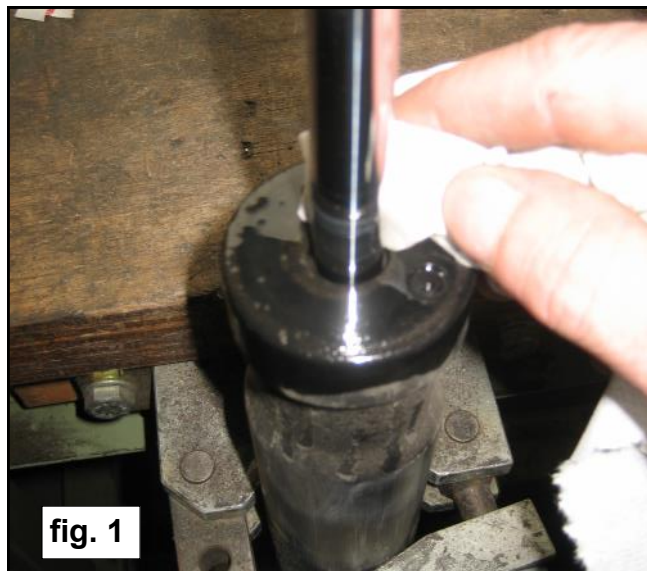

fig. 1
7. Maak de bovenkant van de zuigerbuis van de schokdemper vetvrij.fig1
8. Plak het meegeleverde kunststof schoteltje **S** direct boven op de zuigerbuis van de schokdemper. Zie fig. 1+2
7. Make the top of the shock absorber free of fat. See fig. 1
8. Stick plastic disk **S** (supplied) directly above the suction tube of the shock absorber . See fig 1+2